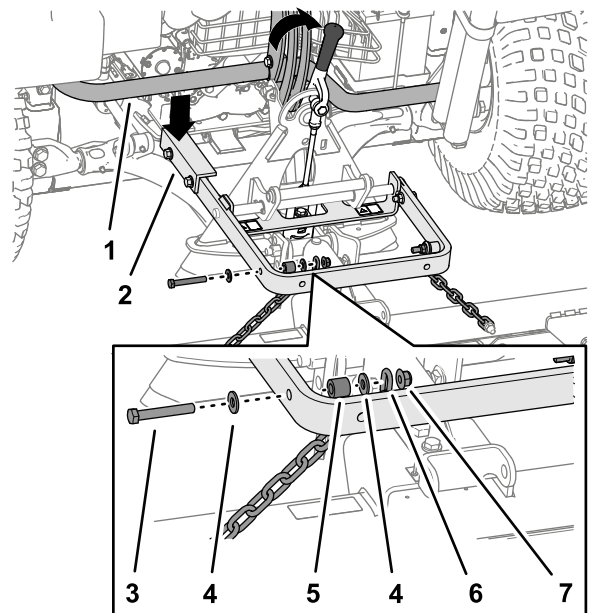

Bild 6
Wichtig: Der lange Arm des Hubarms muss sich unter dem Hinterrahmen der Zugmaschine befinden (Bild 6).
Sie sollten das Anbaugerät immer mit dem Griff hinten am Anbaugerätadapter anheben und bewegen (Bild 6).
- Befestigen Sie den Oberlenker jeder Kette mit einer Schraube ($\frac{3}{8}$ " x $2\frac{1}{2}$ "), zwei Scheiben ($\frac{3}{8}$ " x $\frac{7}{8}$ "), einem Distanzstück und einer Sicherungsmutter ($\frac{3}{8}$ ") an der Außenseite des Hubarms (Bild 6).